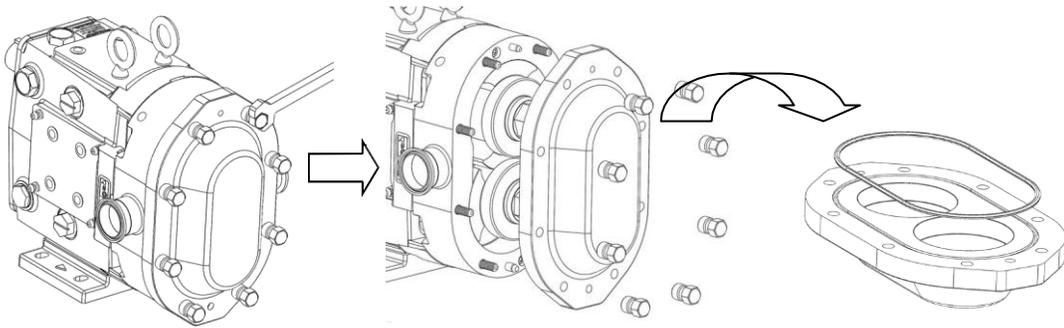

Figura 23: Remover cubierta de ZP2
1) Empiece por quitar las tuercas de la tapa con una llave adecuada (Figura 23). Durante el desmontaje, coloque todas las piezas sobre una superficie limpia y protegida con las superficies acabadas y las caras del sello hacia arriba. Golpee suavemente la cubierta con un mazo suave. Retire la junta tórica de la cubierta e inspeccione